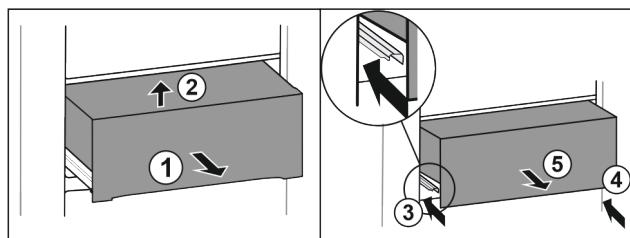

Fig. 38*
- Вытяните выдвижной ящик наполовину Fig. 38 (1).*
- Приподнимите спереди Fig. 38 (2).*
- Вставьте левую направляющую Fig. 38 (3).*
- Вставьте правую направляющую Fig. 38 (4).*
- Извлеките выдвижной ящик движением вперед Fig. 38 (5).*